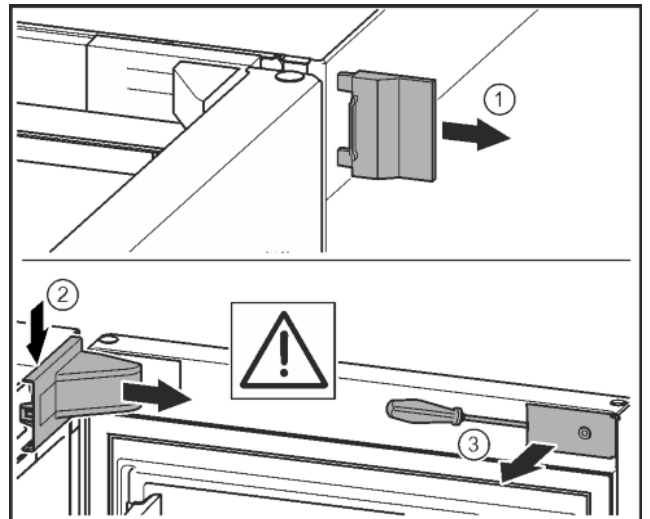

Fig. 9
- Togliere la copertura esterna. Fig. 9 (1)
- Sganciare e staccare la copertura del blocco di supporto. Asportare la copertura del blocco di supporto. Fig. 9 (2)
- Con un cacciavite liberare la mascherina e girarla lateralmente. Fig. 9 (3)